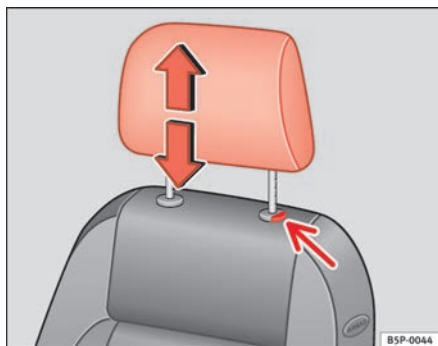

Abb. 67 Kopfstützen einstellen oder ausbauen
- Drücken Sie die Taste ⇒ Abb. 67 (Pfeil).